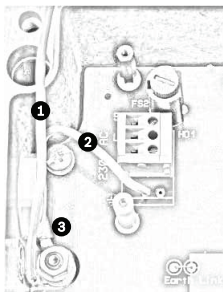

Bild 4.6 Netzanschluss mit entfernter Abschirmung und Klemmenleiste HD1 vor Verkabelung
11. Entfernen Sie die Messingmutter und die Kupfer-Unterlegscheibe aus dem Erdungsbolzen (Element 3, *Bild 4.6*), und legen Sie sie beiseite.
13. Führen Sie den Erdleiter vom Netzkabel (Element 2, *Bild 4.6*) in den Crimpanschluss (Größe M6, UL-zertifiziert) des Ringanschlusses ein, und klemmen Sie ihn ein.